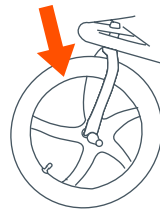

Fig. 21
- 21)• Levante la rueda delantera hasta que no toque el suelo y déle un golpe firme al neumático (la llanta) (Fig. 21). La rueda no debe de aflojarse o caerse.